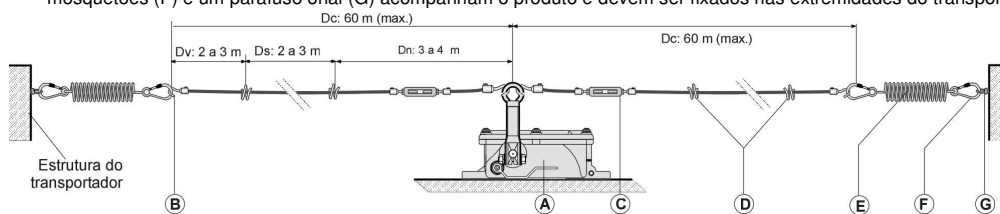
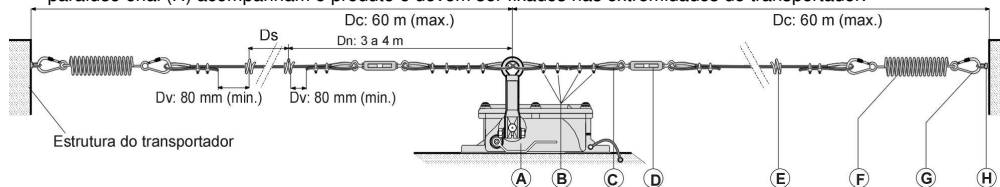

Fig. 2 - Instalação com componentes de montagem rápida
Fig. 3 - Instalação com componentes convencionais
5.1 Montagem rápida FL-518RT Ex/XM (Fig.2):
5.2 Montagem convencional FL-518RT Ex/XA/XM (Fig.3):
5.3.2 Fixar as molas tracionadoras nas extremidades do transportador. Um dos mosquetões da mola deve ser fixado no parafuso olhal fornecido junto com a chave ou em outro ponto fixo do transportador conforme fig.2 ou fig.3.